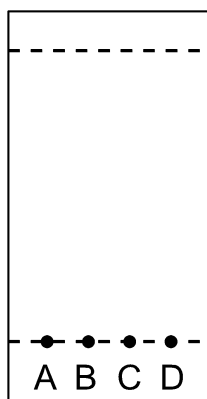

Figura 1: Exemplo de uma placa TLC com pontos de amostra
3. Use um tubo capilar para depositar aproximadamente 5 μ l da amostra A no ponto marcado a lápis como A. A amostra deve ser colocada gota-a-gota. **Permita que cada gota seque antes de colocar a próxima.** Tenha certeza que a amostra não se espalhe e faça um círculo com mais de 0,75cm de diâmetro. Repita para as amostras B a D. Veja a Figura 1 para ter um exemplo de placa TLC. **Se um capilar quebrar, peça imediatamente uma reposição.**